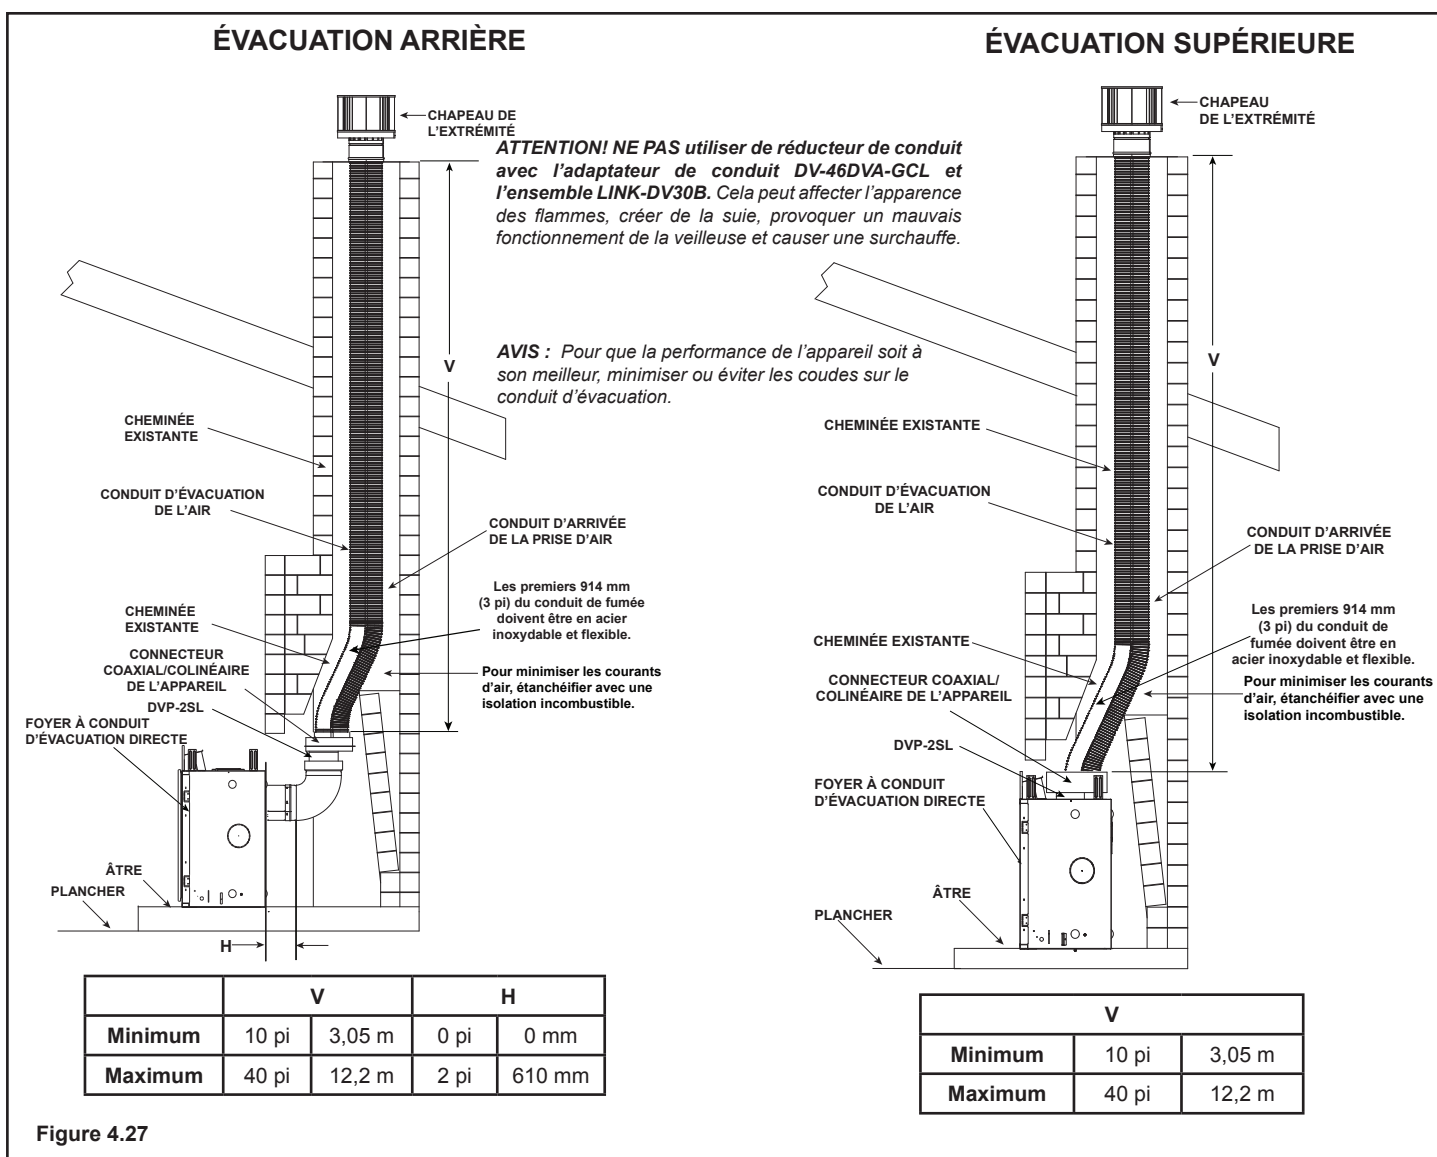

Figure 4.27
- Le cas échéant, enlevez le couvercle du conduit supérieur et l'isolation. Voir la section 6 « Préparation de l'appareil ». Fixez le DVP-2SL au col de départ de 203 mm (8 po). Suivez les instructions d'installation jointes à l'ensemble DVP-2SL. Fixez l'adaptateur DV-46DVA-GCL au col de départ de l'appareil au moyen de vis autotaraudeuses de 88,9 mm (3 1/2 po). Voir la figure 4.27.
- Le cas échéant, enlevez le couvercle du conduit arrière et l'isolation. Connectez l'adaptateur DVP-2SL à la partie verticale du coude. Suivez les instructions d'installation jointes à l'ensemble DVP-2SL. Fixez l'adaptateur DV-46DVA-GCL au DVP-2SL au moyen de vis autotaraudeuses de 88,9 mm (3 1/2 po). Voir la figure 4.27.